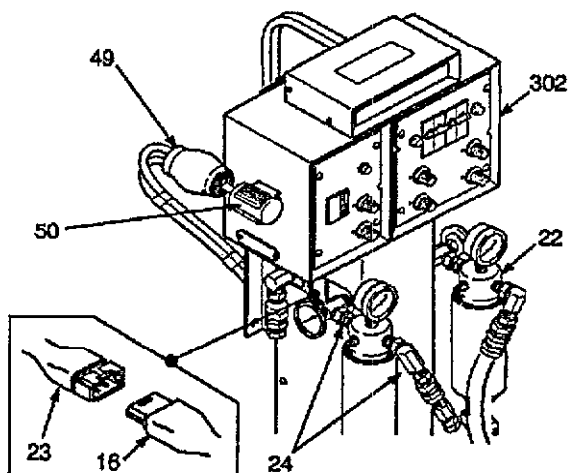

Fig. 6
11. Conectar el conjunto de manguera calentada (102 y 103) con los calentadores y el dispositivo de control de la manguera calentada (302). Ver Fig. 6.
- Conectar las mangueras de líquido con el racor de salida correspondiente de 3/8 npt de los filtros líquidos (22).
- Conectar la cinta térmica (16) de la manguera flexible con el cable de la caja de control de la manguera (23).
- Conectar la manguera de aire (17) con el distribuidor de aire (316). Ver la Instalación típica en la página 3 del presente manual.
No instalar ningún dispositivo de cierre del circuito de líquido a la salida de líquido del calentador del filtro (ver ref. 24, Fig. 6).